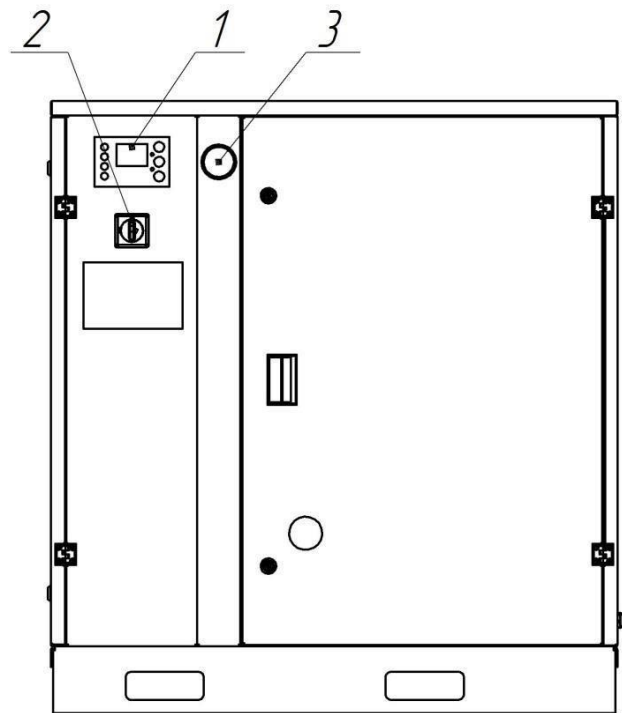

Рисунок 6
**14 – Панель управления** (см. рисунок 1). На лицевую сторону панели управления вынесены следующие органы управления, контрольно-измерительная и сигнальная аппаратура (рисунок 6):